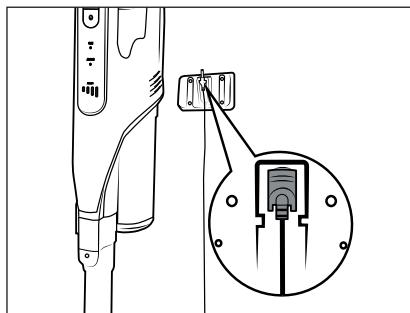

Fig. 6
- ◆ Coloque la aspiradora en el soporte mural **18** desde arriba de forma que el conector coaxial **11** se introduzca en la conexión de carga **3** de la parte inferior del aparato. Tras esto, el indicador de la batería **26** comienza a parpadear y se inicia el proceso de carga (consulte la fig. 6 y la 7).